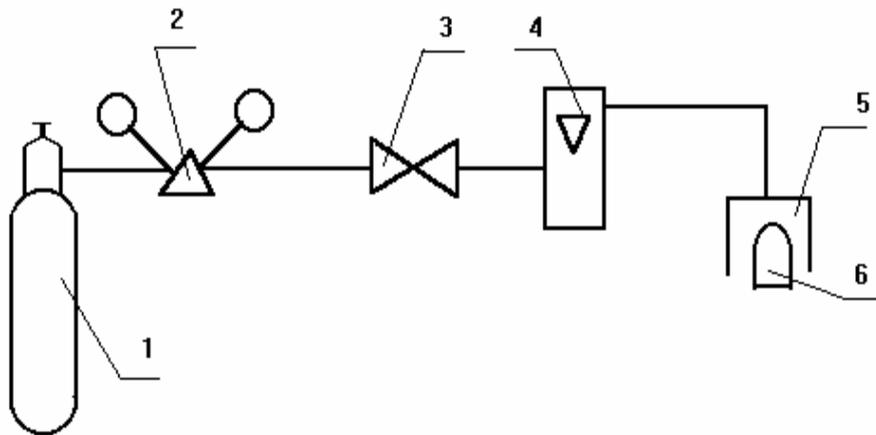

Рис.4. Схема поверки газоанализатора
- ◆ собрать схему измерений (рис.4);
- ◆ собрать схему измерений для поверки (рис.4);